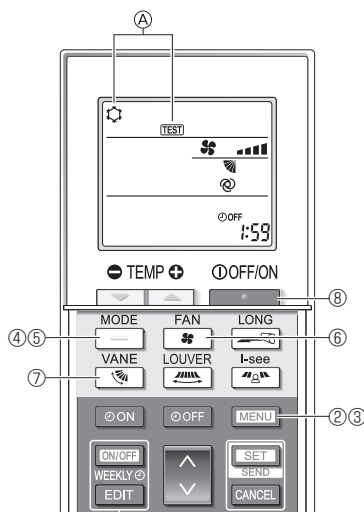

Fig. 8-5
- Trykk på [MENU]-knappen i 5 sekunder. (Fig. 8-5)
- [TEST] og gjeldende driftsmodus vises. (Fig. 8-5)